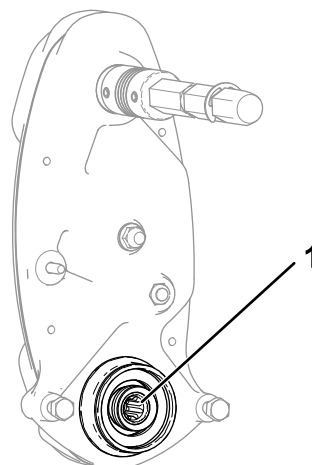

Рисунок 14
- Проверьте внутреннюю поверхность приводного вала барабана (Рисунок 14) на наличие остатков смазки.